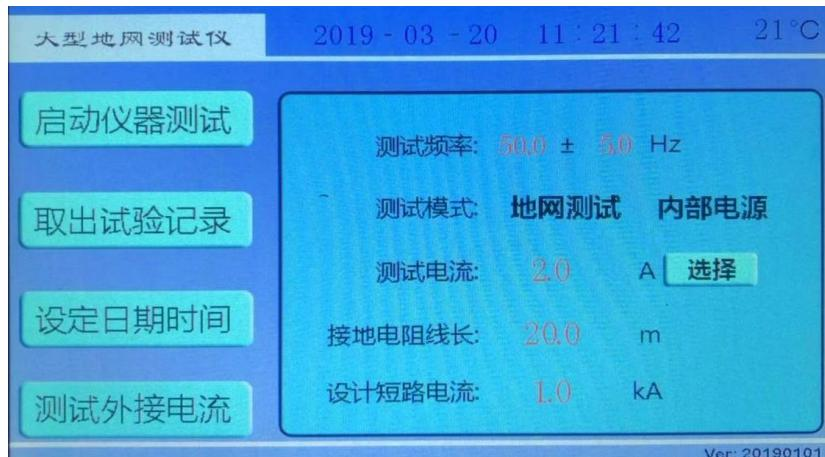
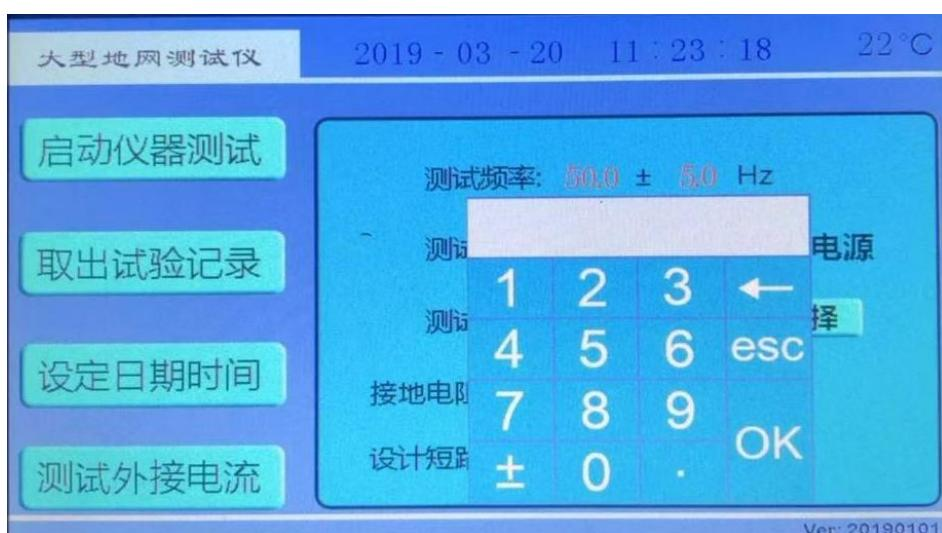
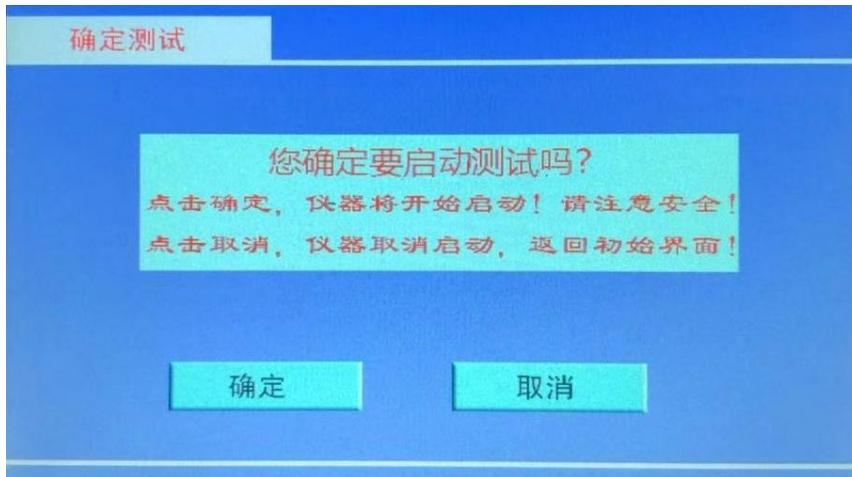

图 5 开机界面
图 9 红色数字参数修改界面
图 10 测试确认界面
1. 打开电源开关，计算机进行自检，几秒钟后，液晶屏显示中文主菜单如图 5 所示，表示自检成功。
7) 开机界面(图 5)下，红色数字的修改。如测试频率等项目，只需要使用触屏笔或手指点击，就可弹出数字键盘，然后修改即可。（图 9）
在开机界面(图 5)下, 测试模式选择地网测试, 使用触屏笔或手指点击启动仪器测试, 出现测试确认界面 (图 10) :
点击确定, 将开始升流测试。请确认已经接好测试。此时将出现地网测试界面(图 11)。点击取消, 仪器将返回开机界面(图 5)。
此时按下退出，返回到开机界面(图 5)。按下打印，打印出结果。
在开机界面(图 5)下，测试模式选择接地电阻，（线长一般选择 20 米）使用触屏笔或手指点击启动仪器测试，出现测试确认界面（图 14）：
点击取消, 仪器将返回开机界面(图 5)。
此时按下退出，返回到开机界面（图 5）。按下打印，打印出结果。
在开机界面（图 5）下，测试模式选择恒流测试，（短路电流一般为 1kA）使用触屏笔或手指点击启动仪器测试，出现测试确认界面（图 18）：
此时将出现恒流测试界面(图 19)。点击取消, 仪器将返回开机界面(图 5)。